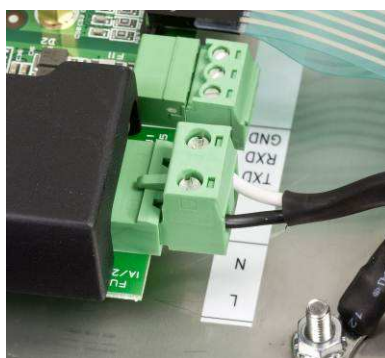

图 2-6: 交流电缆接线
N. 把电源线重新接接线端子，然后把端子重新插到主板上，如图 2-6 所示。